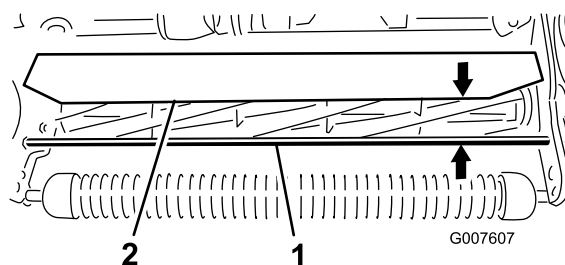

Figura 51
- Meça a distância da parte superior da barra de apoio da frente à borda frontal do resguardo em cada extremidade da unidade de corte (Figura 51).